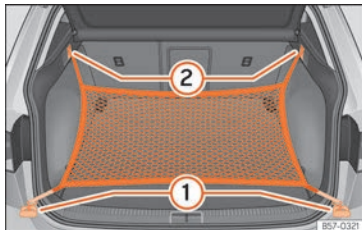

Fig. 179 Dans le coffre à bagages : œillets ① et crochets ② pour accrocher le sac pour filet.
- Fixez les crochets courts du filet aux œillets d'amarrage »» **fig. 179 ①** »» ⚠. La fermeture à glissière du sac doit rester vers le haut.
- Fixez les rubans aux crochets pour accrocher des sacs ②.